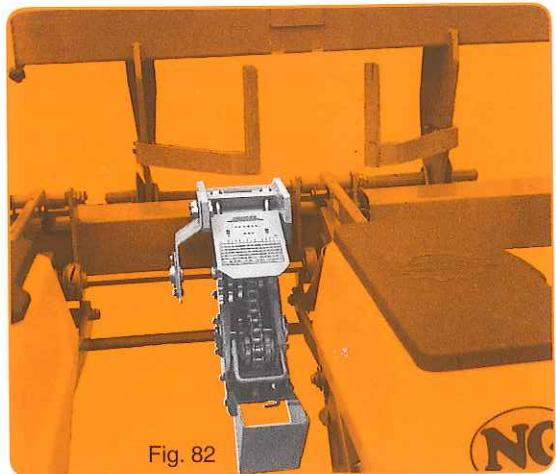

Fig. 82
- Montage déporté (fig. 82) pour semoir à nombre de rangs impair. La boîte se place à gauche et au plus près de l'élément central : pour cela supprimer 1 des paliers (4) support axe hexagonal.
Seitlich gesetzte Montage (Abb. 82) für Sämaschinen ungerader Reihenanzahl und Reihenabstände unter 45 cm. Das Wechselgetriebe wird links und ganz nah am mittleren Element angebracht. Bei dieser Stellung ist die Lagerstütze (4) zu entfernen.
- Offset assembly (fig. 82) for planters with an odd number of rows and inter-row spacing under 45 cm (18"). The gearbox is then mounted on the left and as close as possible to the central metering unit. To do so, remove one of the bearing fingers (4) which support the hexagonal shaft.
- montage uit het midden (fig. 82) voor een zaaimachine met een oneven aantal rijen. De tandwielkast wordt links van, en zo dicht mogelijk bij het middelste element geplaatst. Daartoe één van de lagers (4) verwijderen.